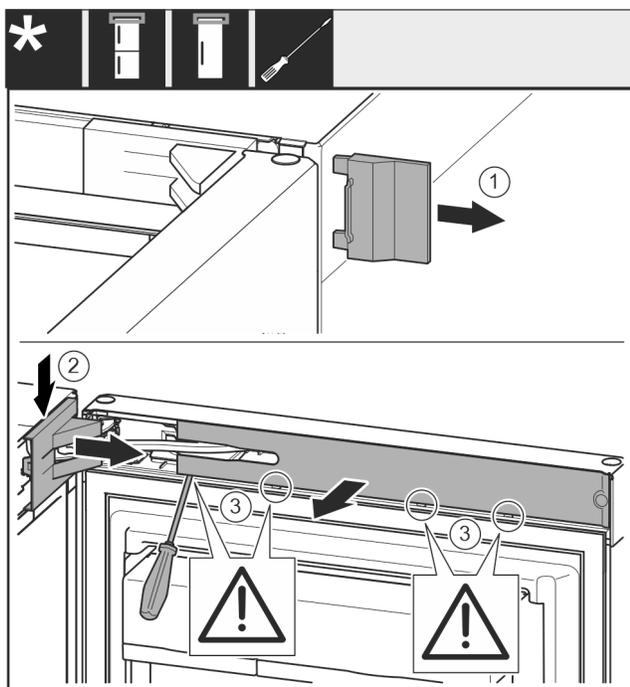

Fig. 4
- ▶ Retirer le cache extérieur. Fig. 4 (1)
- ▶ Détacher et libérer le cache du support de palier. Retirer le cache du support de palier. Fig. 4 (2)
- ▶ Dégager le cache avec le tournevis et l'incliner sur le côté. Fig. 4 (3)